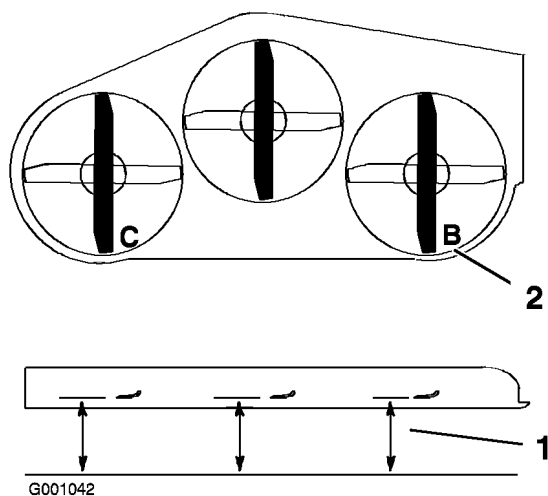

Figure 57
1. Tournez la lame droite dans le sens longitudinal (Figure 57).
2. Mesurez la distance au point **B** entre la surface plane et le tranchant de la pointe de la lame droite (Figure 57).
4. Tournez la lame gauche dans le sens longitudinal (Figure 57).
5. Mesurez la distance au point **C** entre la surface plane et le tranchant de la pointe de la lame gauche (Figure 57).